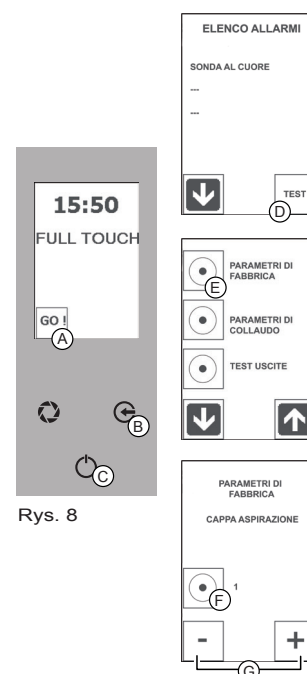

Rys. 7
1. Nacisnąć przycisk „URUCHOMIENIE” i jednocześnie nacisnąć przyciski „URUCHOMIENIE”, „WIR-NIK” i „MNIEJ” (Rys. 7/A+B+C).
2. Nacisnąć przycisk „WIĘCEJ” (Rys. 7/D) oraz przycisk „URUCHOMIENIE”, aby wybrać funkcję „PARAMETRY” (Rys. 7/A - Wyświetlacz 1).
3. Nacisnąć kilka razy przycisk „WIĘCEJ”, aby wybrać funkcję „OKAP WYWIEWNY” (P11 - Rys. 7/D).
4. Nacisnąć przycisk „CZAS” (Rys. 7/E) i za pomocą przycisku „WIĘCEJ” ustawić wartość na „1”.
5. Aby zapisać parametr, nacisnąć przycisk „CZAS” (Rys. 7/E).
Przytrzymać dwa razy wciśnięty przycisk „URUCHOMIENIE” (Rys. 7/A), aby wyjść z funkcji i przejść do trybu „STAND BY”.